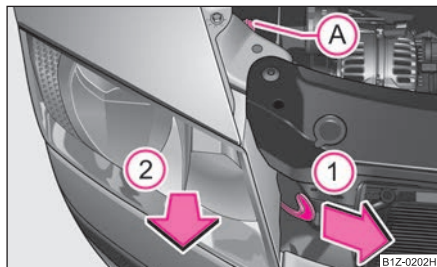

Fig. 227 Demontarea farului principal
- Deșurubați piulița din plastic (A) ⇒ fig. 227.
- Trageți maneta de siguranță a farului până la limită în sensul săgeții ①.
- Întrerupeți alimentarea cu curent și scoateți farul cu atenție în sensul săgeții ②.